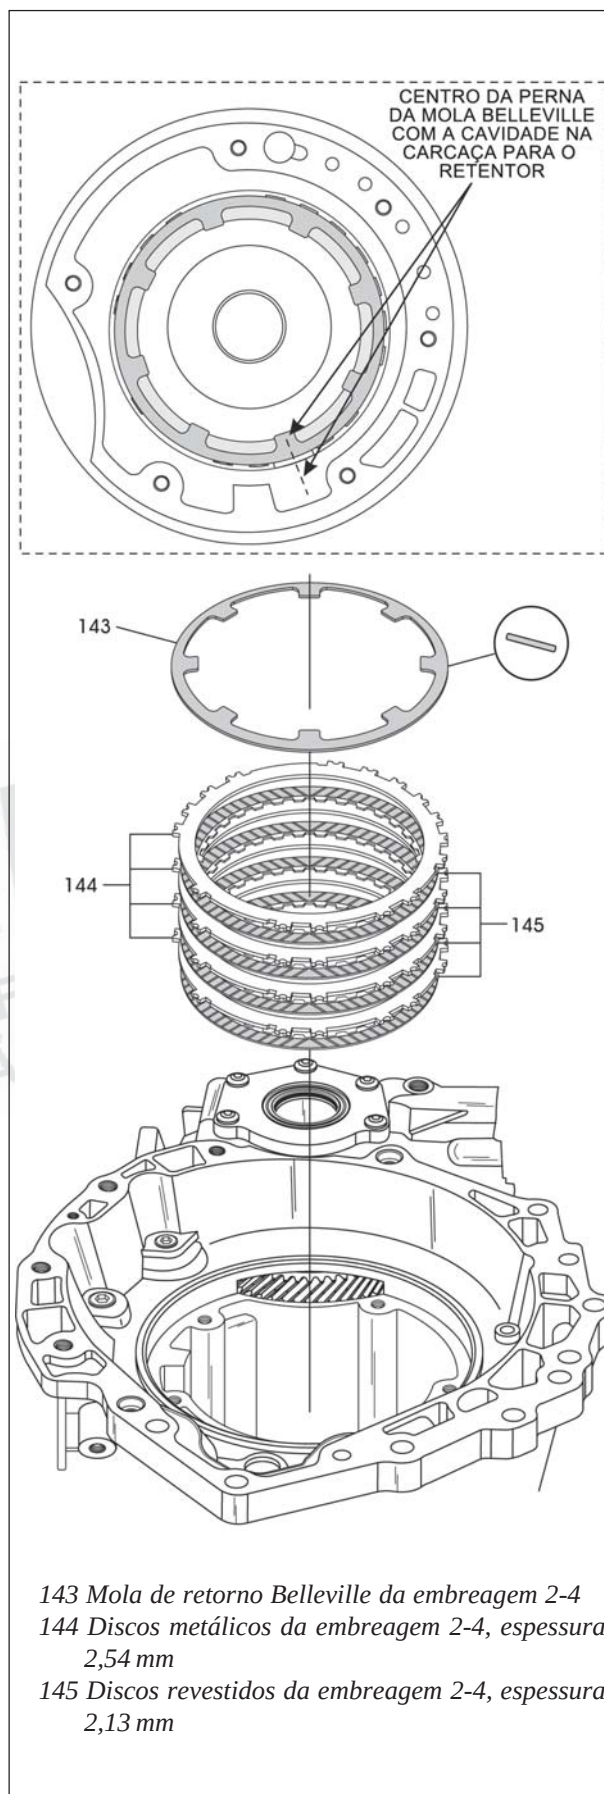

Figura 249
39. Instale os discos da embreagem 2-4 na carcaça começando com um disco revestido e alternando com um disco metálico, conforme mostra a figura 249, até instalarmos 4 de cada.
40. Instale a mola de retorno belleville da embreagem 2-4 no topo do ultimo disco metálico na direção mostrada na figura 249.
Gire a mola belleville de maneira que o centro de uma de suas pernas esteja na mesma linha de centro que a cavidade na carcaça para a orelha posicionadora 2-4, conforme mostra a figura 249.